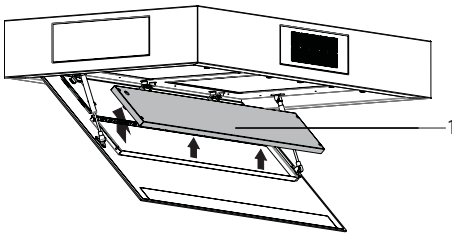

Abb. 25
3. ➤ Nehmen Sie die Beleuchtungsdeckel der LED Lampe (Abb. 25/1) dessen Sie die Schrauben gelöst haben in Pfeilrichtung ab (Abb. 25).